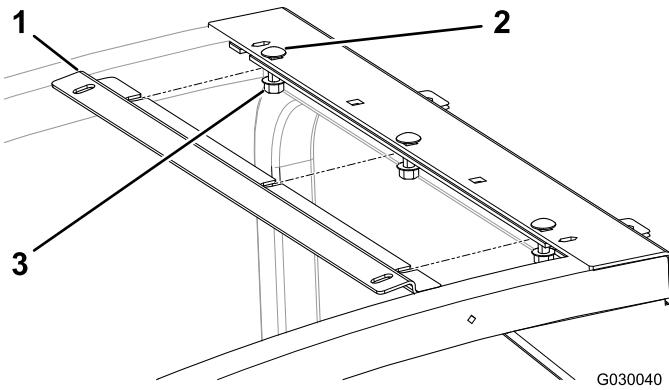

Figura 1
3. Allentate i 3 dadi flangiati preesistenti fissati ai 3 bulloni a testa tonda sul telaio del tettuccio (Figura 1).